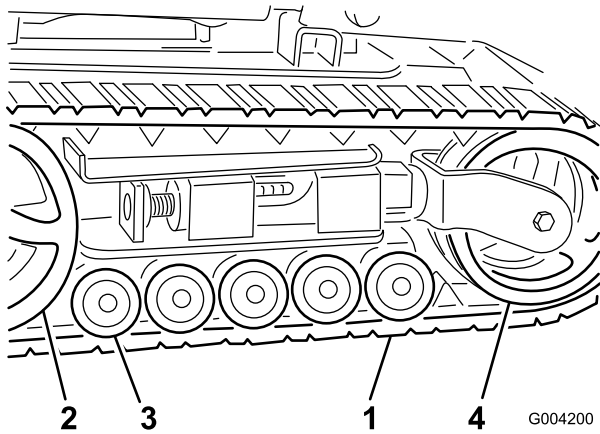

Figura 43
**Importante:** Asegúrese de limpiar completamente las ruedas de rodaje, la rueda tensora y la rueda motriz (Figura 43). Las ruedas de rodaje deben rodar libremente cuando están limpias.